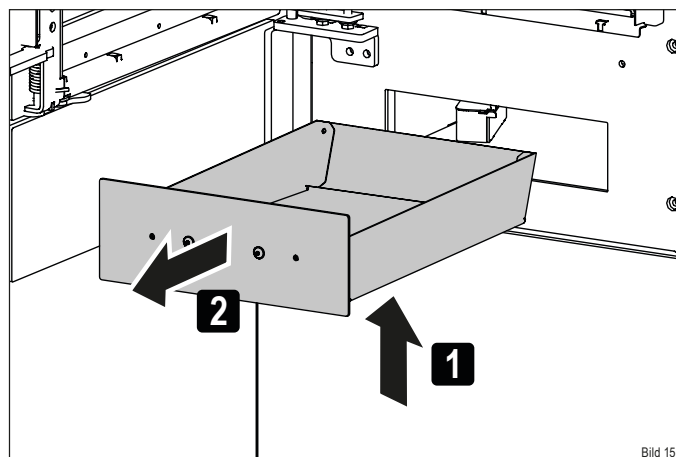

Bild 15
- ▶ Ziehen Sie den Aschebehälter an der Abdeckung aus der Öffnung heraus (Bild 15).